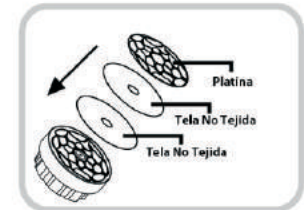

Fig.11
4. Ensamble el Filtro de Resina sacando suavemente primero la Platina de la parte superior del filtro. Coloque las dos (2) Telas No Tejidas (blanco) encima. Asegure ambas colocando la platina encima (Fig. 11).